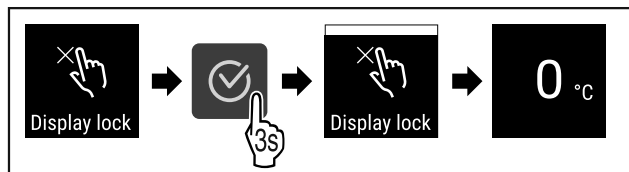

Fig. 77
- ▶ Proved'te akční kroky (viz Fig. 77) .